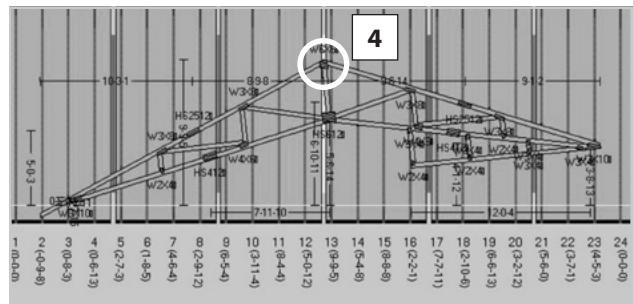

Figure 37
4. Cliquer un point pour faire une rotation du point de référence vers (Figure 37)